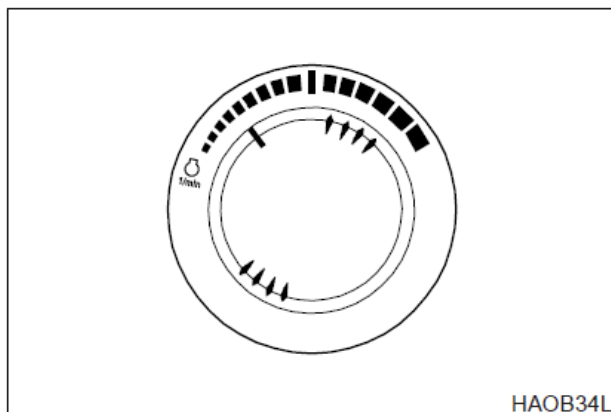

Рис. 5
2. Установить диск скорости двигателя несколько выше отметки низких оборотов холостого хода (**LOW IDLE**), рис. 5.